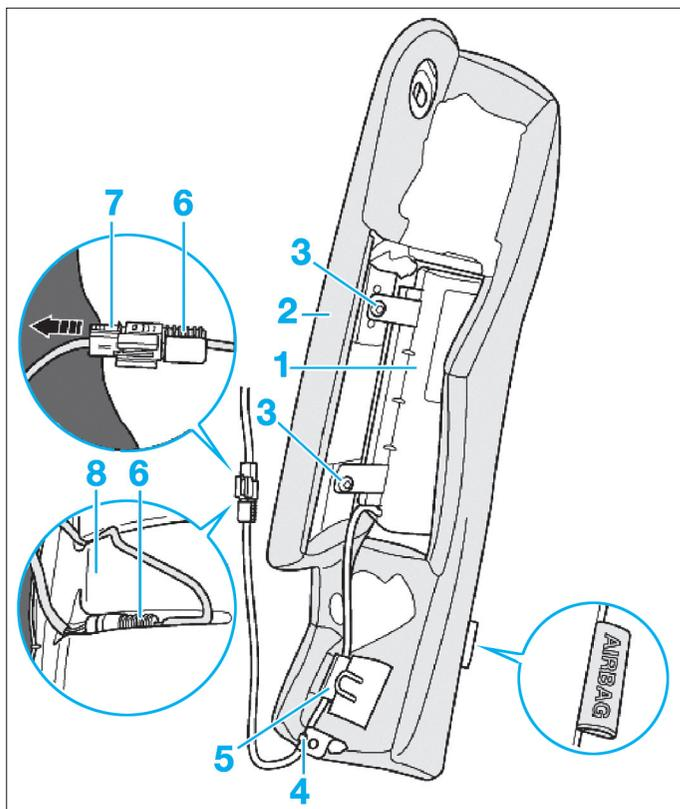

Fig. 7
- Retirer le connecteur de l'airbag (6) hors de la rainure située dans le rembourrage de la banquette arrière (8) (Fig.7).
- Débrancher le connecteur (6) en appuyant sur l'ergot d'arrêt (7).
- Déposer les garnitures latérales arrière (2) côté gauche ou droit.
- Sectionner le collier (4).
- Ouvrir le logement de câbles (5).
- Dévisser les vis (3).
- Extraire le module de sac gonflable latéral (1).